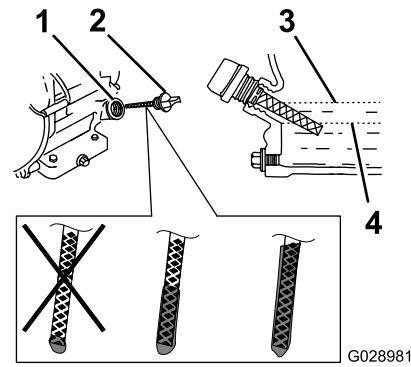

Figura 47
1. Retire la varilla (Figura 47) y vierta aceite lentamente en el orificio de llenado hasta que el nivel de aceite llegue a la marca de límite superior (borde inferior del orificio de llenado de aceite) de la varilla.